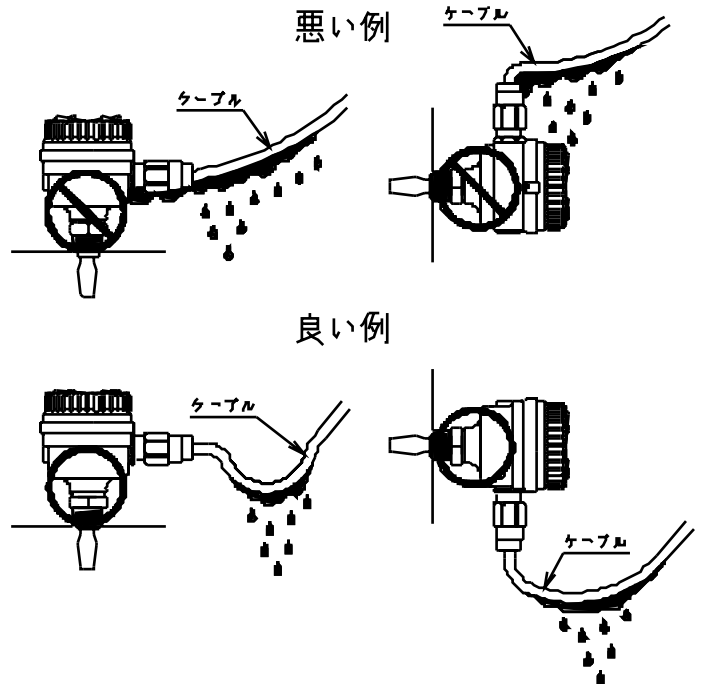

図9 . ケーブル設置例
- (4) ケーブルを伝って水滴が接続プラグ内部へ浸入しないよう、電線口およびケーブルの施工を行ってください。(図9参照)
- (5) フォーク先端からタンクまたは配管壁までは13mm以上のクリアランスを設けてください。